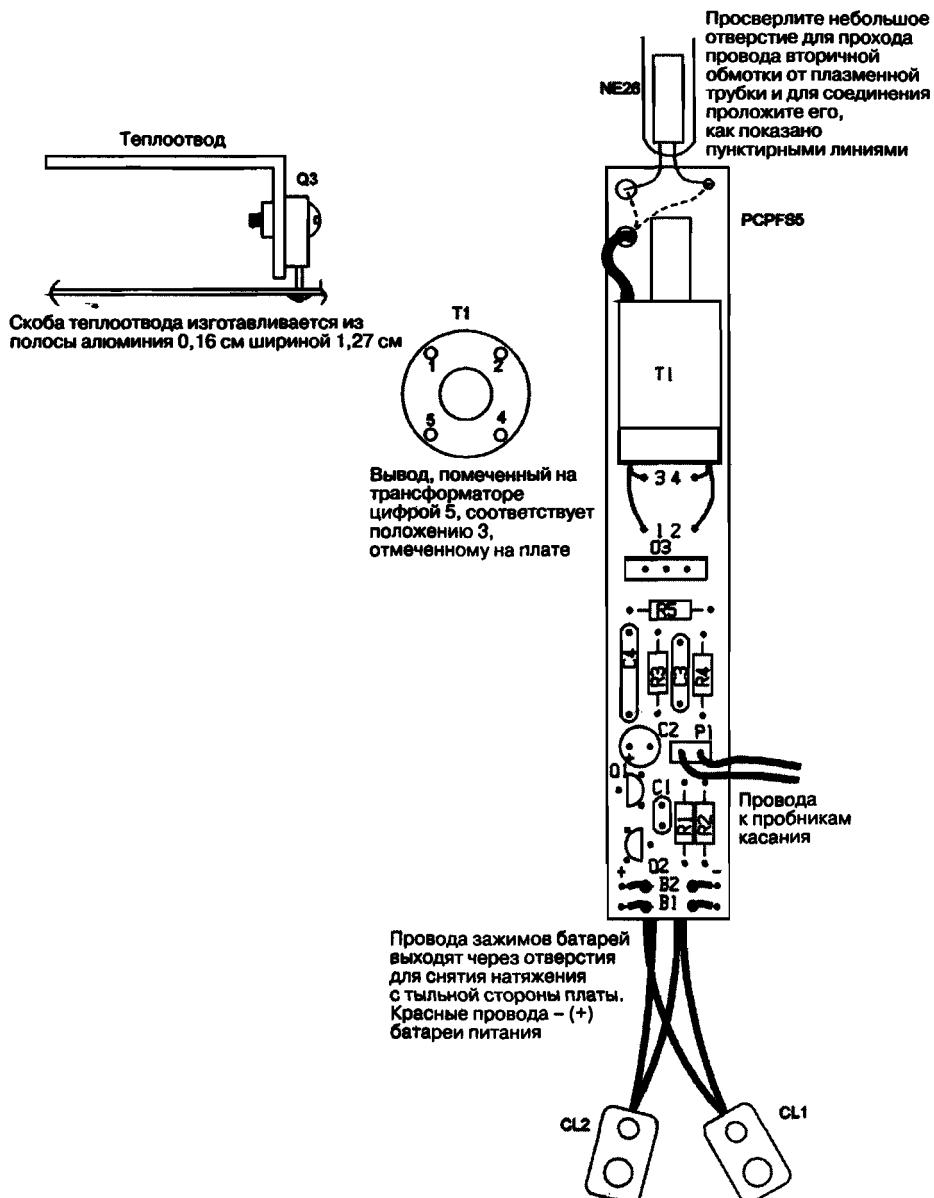

Рис. 21.4. Размещение компонентов на плате
- Идентифицируйте между собой выводы на основании трансформатора T1 и на плате, как показано на рис. 21.4.
- Вставьте компоненты в печатную плату PCPF5 (см. рис. 21.4). Имейте в виду, что у вас должно оставаться по меньшей мере 0,32–0,64 см выводов между компонентами и поверхностью платы. Также обратите внимание